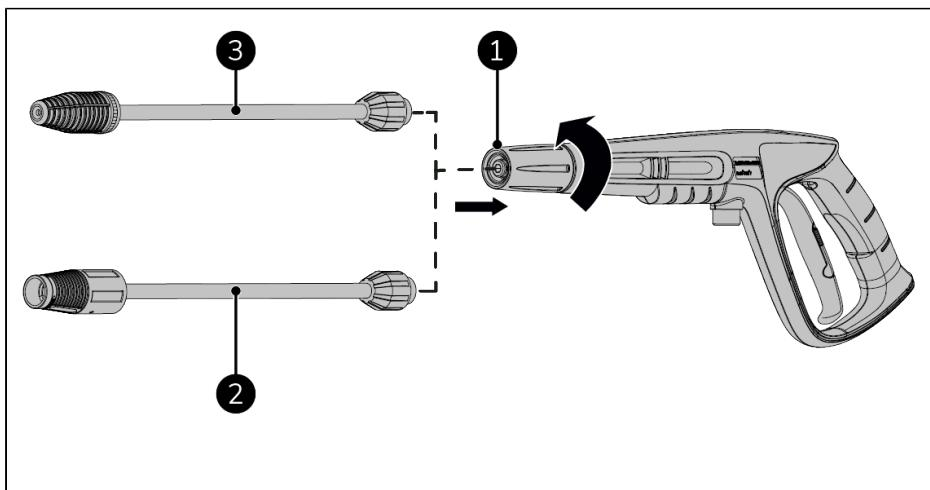

Abbildung 56.
1. An der Strahlpistole (Abbildung 56, Pos. 1) anschrauben (festziehen):
- verstellbare Düse (Abbildung 56, Pos. 2), oder;
- Turbodüse (Abbildung 56, Pos. 3).